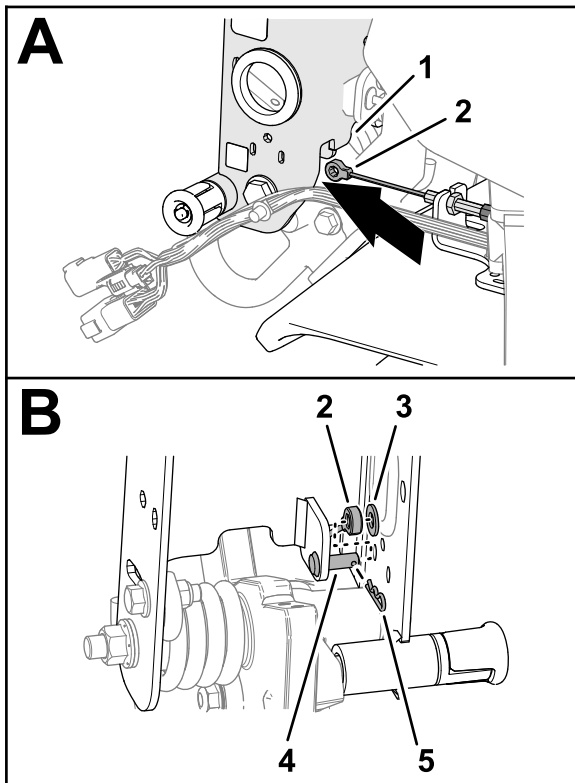

Bild 7
1. Führen Sie den Anschluss des Bremszugs unterhalb der Unterseite des Lenkerkanals (**Bild 7**).